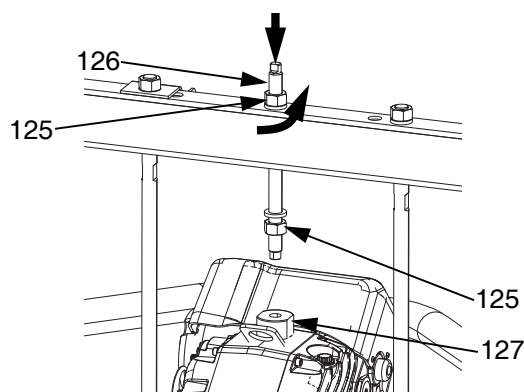

FIG. 28: 200-liters tryckplatta
- a. *D200 3 tum och D200s 6,5 tum matningsenheter:* Lossa muttern (125) under tvärstycket. Använd skiftnyckeln för att hålla lyftringens adapter (127) på plats och lossa den gängade stången (126) ovanför tvärstycket med en annan skiftnyckel. Se FIG. 28.